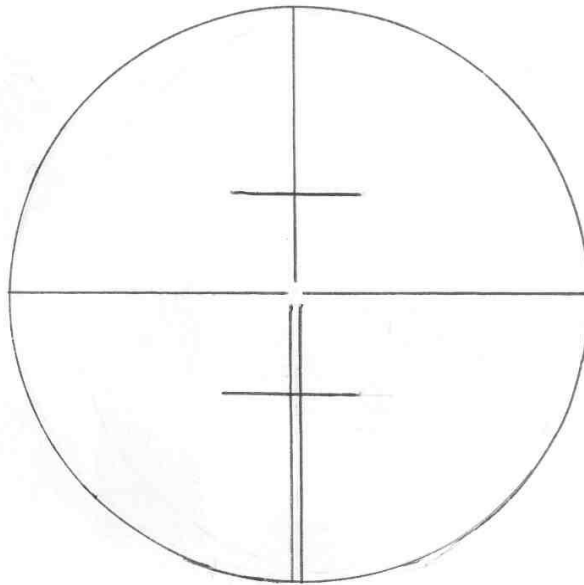

Рис.2
объективом. Ее фокусирование на цель осуществляется вращением кремальеры (11). Вращением диоптрийного кольца (3) добиваются резкой видимости сетки нитей (рис. 2). Два горизонтальных коротких штриха сетки нитей выше и ниже перекрестия горизонтальной и вертикальной нитей представляют собой нитяной дальномер. Корпус зрительной трубы составляет единое целое с горизонтальной осью, установленной в лагерах колонок (10).